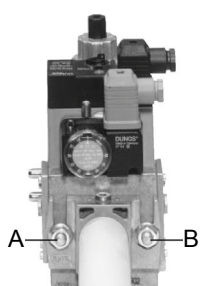

Fig. 6
3. stringere le viti A, B, C e D (Fig. 6 - Fig. 7), rispettando le posizioni di montaggio (Fig. 9);
La posizione dell'indicatore nella ghiera indica il valore della pressione in uscita calcolato come percentuale del fondo scala del sensore PS (Fig. 6)